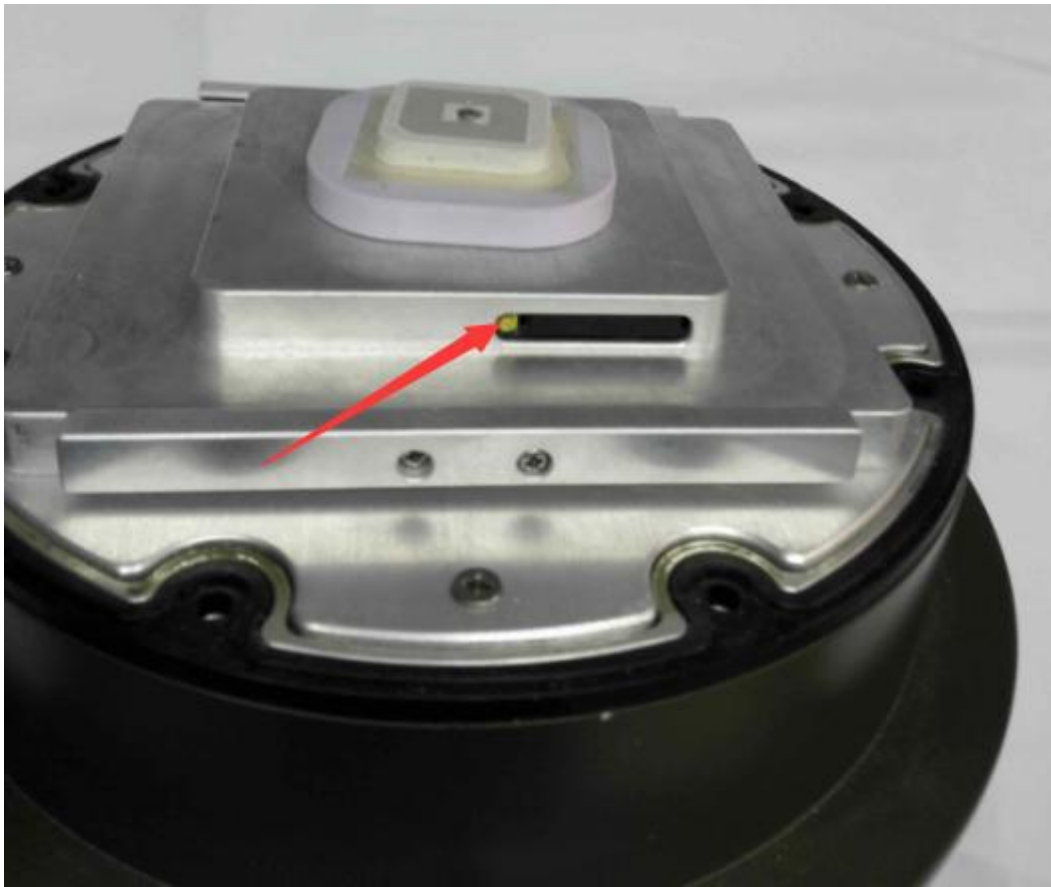

图 5.3 主卡位置示意图
- 如图 5.3 所示，用细长形工具按压卡座黄色按钮，待卡托弹出后将其取出。